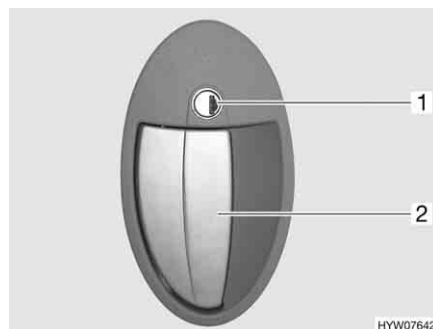

Fig. 20 Serratura della porta, lato esterno
- Inserire la chiave nel cilindro della serratura (Fig. 20,1) e ruotare in senso orario, fino a quando la serratura della porta si sblocca.
- Tirare la maniglia della porta (Fig. 20,2). La porta è aperta.
- Inserire la chiave nel cilindro della serratura (Fig. 20,1) e ruotare in senso antiorario, fino a quando la serratura della porta si blocca.